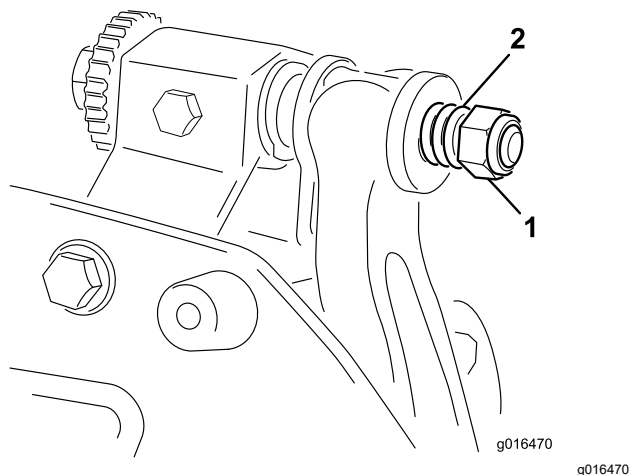

Figure 27
3. Placez une rondelle en nylon de chaque côté du bossage de la plaque latérale. Placez une rondelle en acier à l'extérieur de chaque rondelle en nylon (Figure 27).
6. Serrez l'écrou de tension du ressort jusqu'à ce que les spires soient jointives, puis desserrez-le de 1/2 tour (Figure 27).